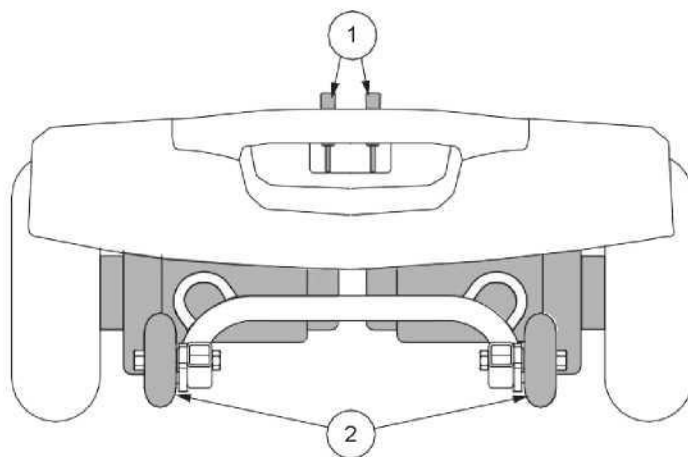

Figura 8. Componentes traseros
Para su comodidad, la Travel Scooter tiene una palanca de rueda libre manual en el motor. Las palancas de rueda libre manuales le permiten deshabilitar el sistema de conducción para maniobrar la Travel Scooter manualmente. Ver Figura 8.
1. Localice las palancas en la sección trasera de la scooter. **Ver Figura 8.**